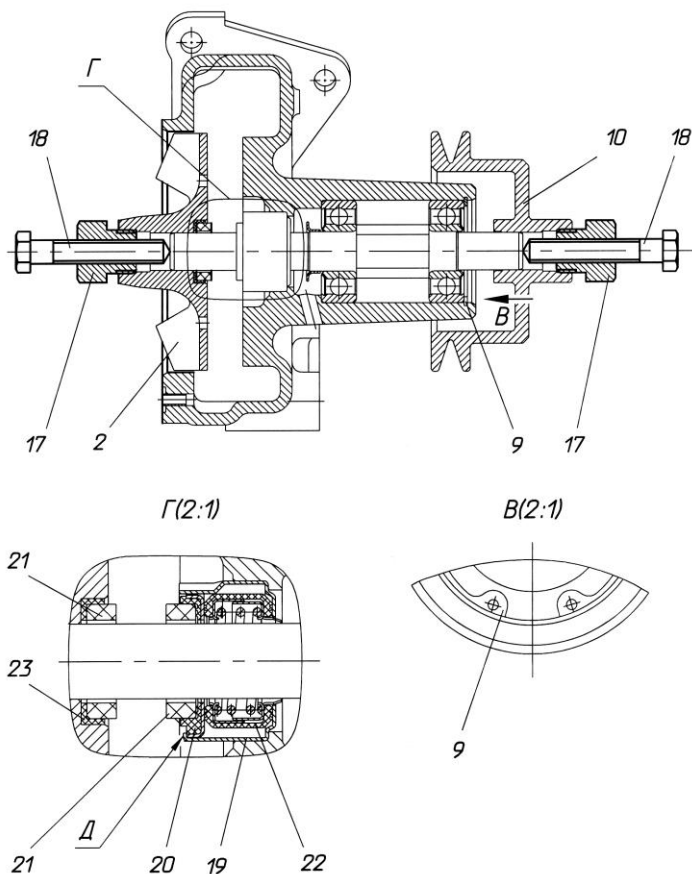

Рис. 14. Разборка водяного насоса:
9. Завернуть в резьбовое отверстие (M22x1,5) крыльчатки 2 гайку 17 съемника (рис. 14, 15) и, вворачивая болт 18, спрессовать крыльчатку 2 с вала 5.
10. Отогнуть «усы» Д корпуса 19 торцового уплотнения (рис. 14) и извлечь манжету 20, втулку 21 и манжету 22 с пружиной и каркасами в сборе.
14. Если латунный корпус 23 торцового уплотнения не имеет повреждений, его из корпуса 1 можно не извлекать и на этом разборку насоса можно считать законченной (см. рис. 14).
7. Установить в латунный корпус 19 (рис. 14) детали торцового уплотнения;